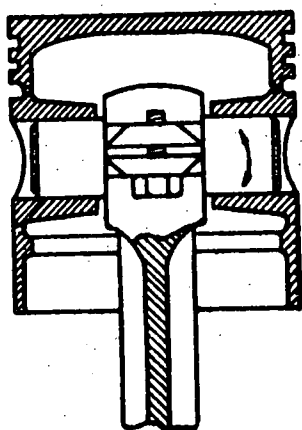

Fig. 5
- Fixo na biela e livre no êmbolo (fig. 5).